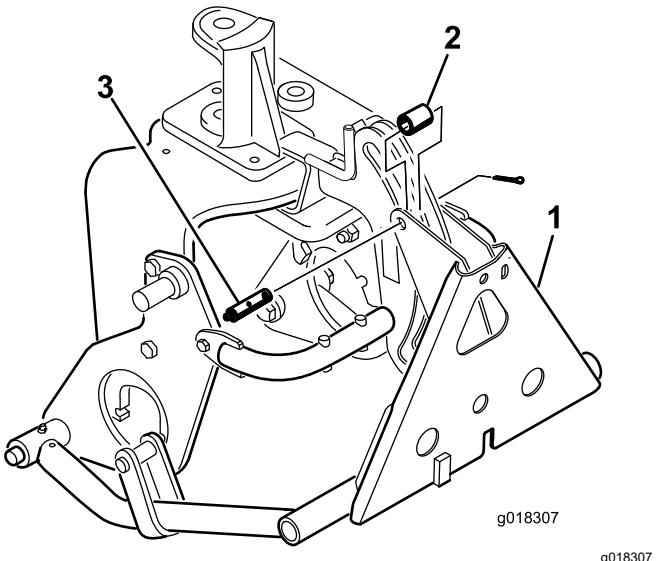

図 15
8. フレームアダプターをチューブ、クレビスピニン、コッターピンを使ってヒッチフレームに固定する(図 15)。